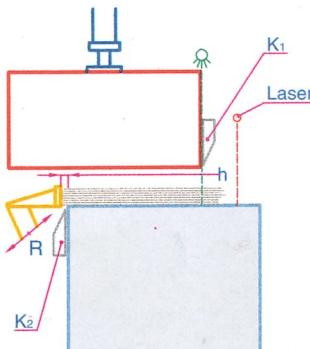
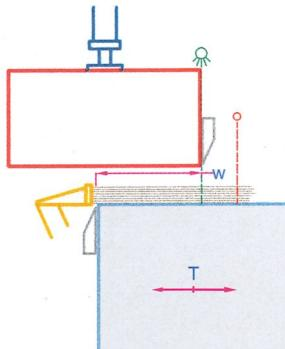

Fig.1
Fig.2
La machine permet, par une seule opération, d'effectuer la coupe d'un paquet de placage sur les deux côtés. La coupe simultanée sur les deux côtés est obtenue grâce au mouvement simultané de deux couteaux: le premier (Fig. 1; K1) monté sur une structure fixe et le deuxième (Fig. 1; K2) sur une table mobile T. La table mobile T se déplace jusqu'à atteindre une distance entre le couteau K1 et le couteau K2 qui est égale à la largeur "W" qu'on veut obtenir du paquet de placage (Fig. 2). Le mouvement du couteau K1 se produit du haut en bas, tandis que le couteau K2 se déplace dans le sens contraire. La machine est équipée d'un presseur P, pour le blocage du paquet au cours de l'opération de coupe.
Mit dieser Maschine kann man in einer einzigen Operation ein Furnierpaket auf beiden Seiten beschneiden. Das Beschneiden auf zwei Seiten des Pakets erfolgt durch die gleichzeitige Bewegung von zwei Messern, wobei das Messer (K1 in Abb. 1) an der festen Struktur und das zweite Messer (K2 in Abb. 1) am beweglichen Tisch (T) angebracht ist.
Der verstellbare Tisch (T) kann solange versetzt werden, bis das am Tisch angebrachte Messer (K2) sich um eine Distanz vom Messer (K1) entfernt, wie sie der zu schneidenden Breite (W) des Furnierpaket entspricht (Abb. 2). Die Bewegung des Messers (K1) erfolgt von oben nach unten, während das Messer (K2) sich in die Gegenrichtung von unten nach oben bewegt.
La macchina consente, con un'unica operazione, il taglio di un pacco di impiallacciatura su entrambi i lati da rifilare. La refilatura simultanea, su due lati del pacco, avviene grazie al movimento contemporaneo di due coltelli, il primo (riferimento K1 di fig. 1) montato su una struttura fissa e il secondo (riferimento K2 di fig. 1) su una tavola mobile T.
La tavola mobile T si può spostare fino a portare il coltello K2, su di essa montato, a una distanza dal coltello K1, pari alla larghezza "W" che si desidera ottenere dal pacco di impiallacciatura (fig. 2).